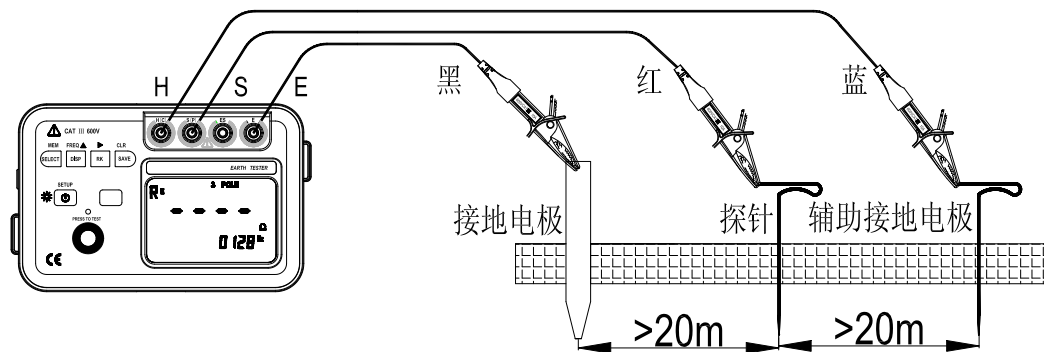

图9
①、三根测试线（黑）（红）（蓝）的插头分别对应仪器的E、S、H端口完全插入；
- ②、将三根测试线的鳄鱼夹互相咬合短路；
- ③、按照“测试线电阻（ R_k ）的补偿”，保存 R_k 值。
- (4)、辅助接地棒的入地与配线（见图9）
- (5)、接地电阻的测试